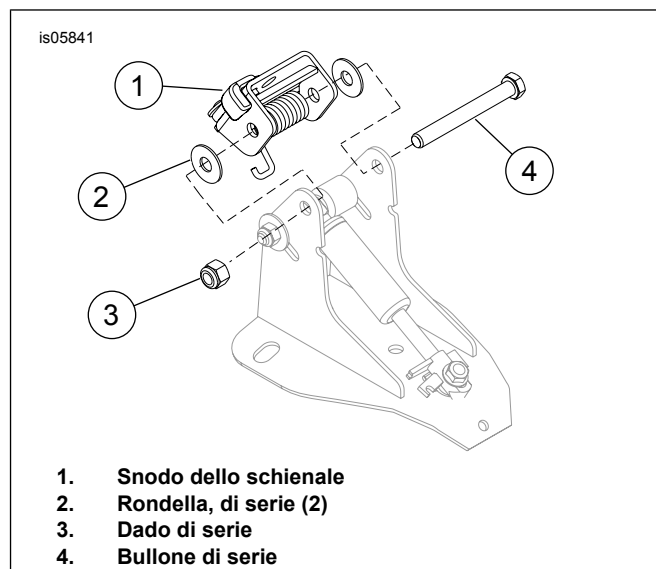
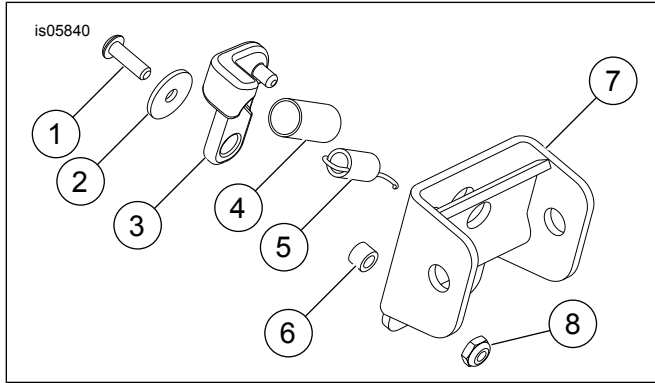

Figura 1. Installare lo snodo dello schienale
Figura 2. Parti di ricambio: Kit riparazione snodo
Vedere Figura 2 e Tabella 1.
2. Vedere Figura 1. Rimuovere il dado (3). Conservare per l'installazione.
3. Annotare l'orientamento delle molle e rimuovere i bulloni (4) e le rondelle (2). Conservare per l'installazione.
4. Rimuovere lo snodo dello schienale (1).
1. Vedere Figura 1. Installare il nuovo snodo dello schienale (1) dal kit.
2. Installare il bullone (4) attraverso la staffa e lo snodo dello schienale, verificando la corretta installazione della molla e l'inserimento delle due rondelle (2) fra la staffa e lo snodo dello schienale.
3. Installare il dado (3). Serrare fino a quando le filettature del bullone saranno visibili.
4. vedere Figura 2. Premere la leva di sgancio (3) e verificare che lo snodo ruoti in maniera libera.